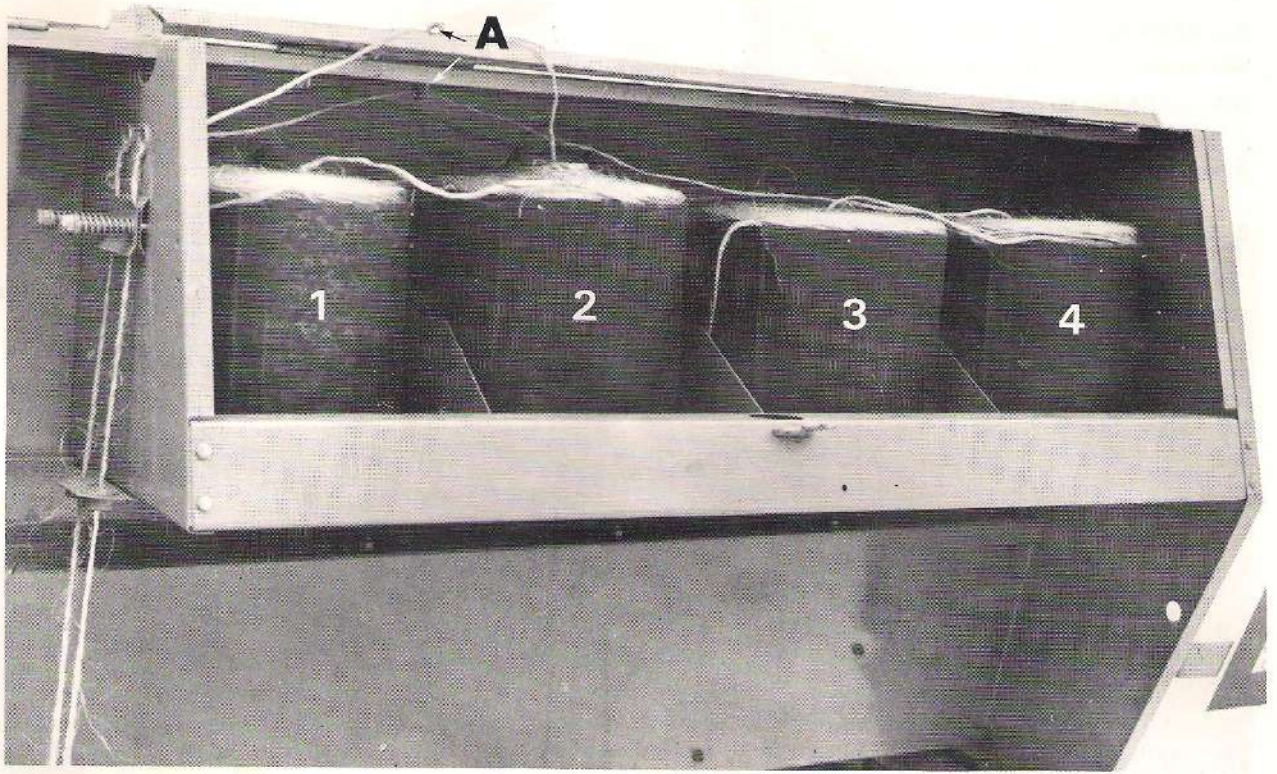

Fig. 5
- Placer dans le coffre 4 pelotes de ficelle (Sisal 180 à 220 mkg ou synthétique 300 à 350 mkg) et les relier 2 à 2 (1-2 et 3-4) (fig. 5).
- a – les anneaux fixés au toit (Rep. A fig. 5)
- Position 4 balls of twine in twine box (use 180-220 m/kg sisal twine or 300 to 350 m/kg synthetic twine) and join them two by two (1 to 2 and 3 to 4) (Fig. 5)
- a – the rings on the twine box top panel (Ref. A fig. 5)
- Im Garnkasten 4 Garnknäuel (Sisal 180-200 m/kg oder Kunststoffgarn 300 bis 350 m/kg) unterbringen und sie paarweise miteinander verbinden (1-2 und 3-4) (Abb. 5).
- a – durch die Ringe des Kastendeckels führen (A Abb. 5)
- Colocar en la caja cuatro ovillos de hilo (sisal 180 a 220 mkg o sintético 300 a 350 mkg), y reunirlos de dos en dos (1-2 y 3-4) (fig. 5)
- a – por las guías de la tapa del porta-ovillo (referencia A, Fig. 5).